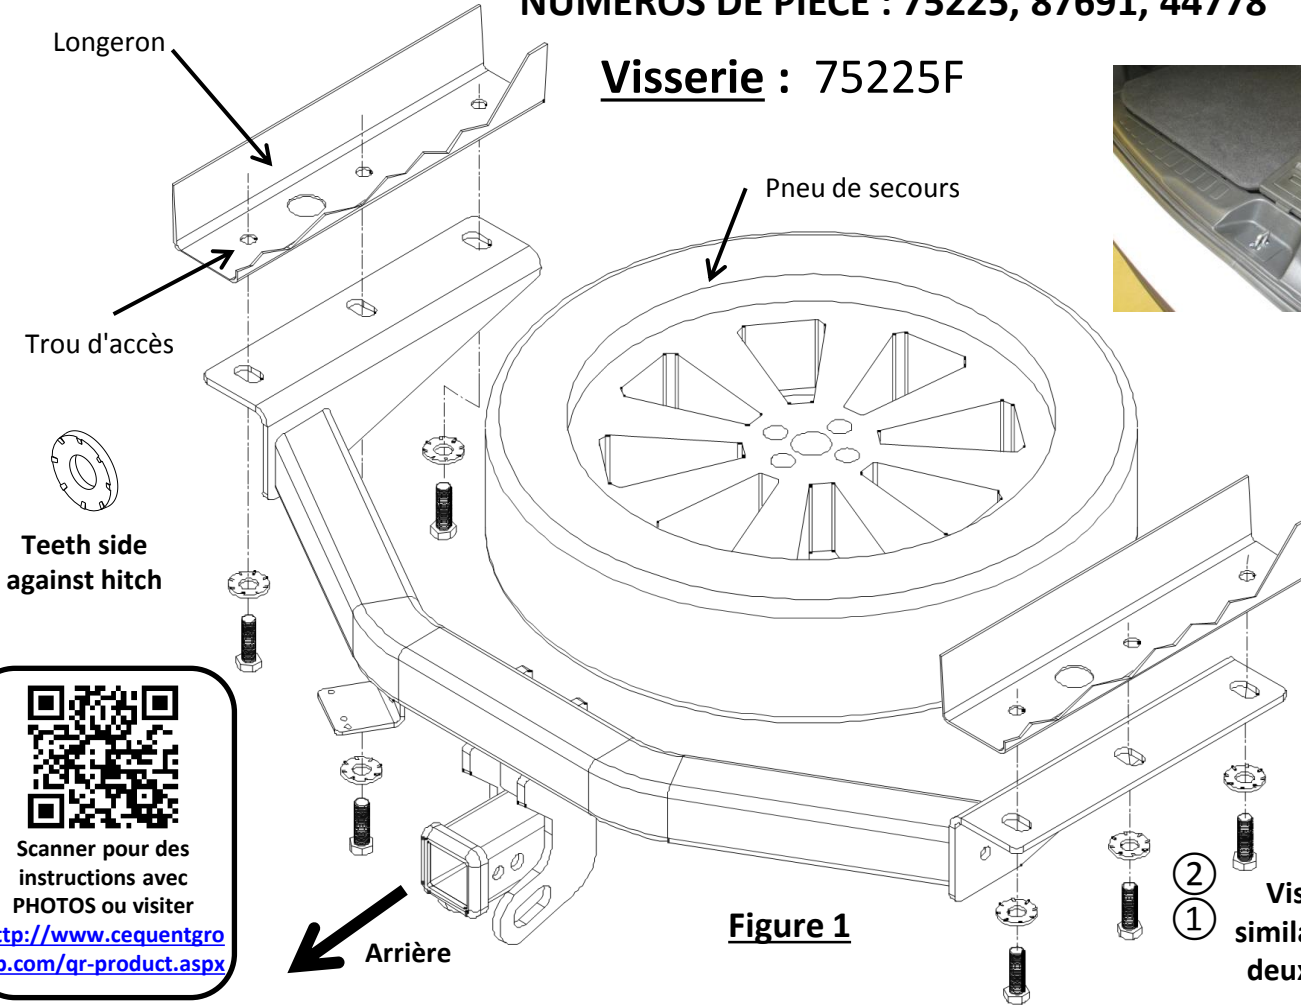

Figure 2
1. Abaisser et enlever le pneu de secours du véhicule, comme illustré à la Figure 2.